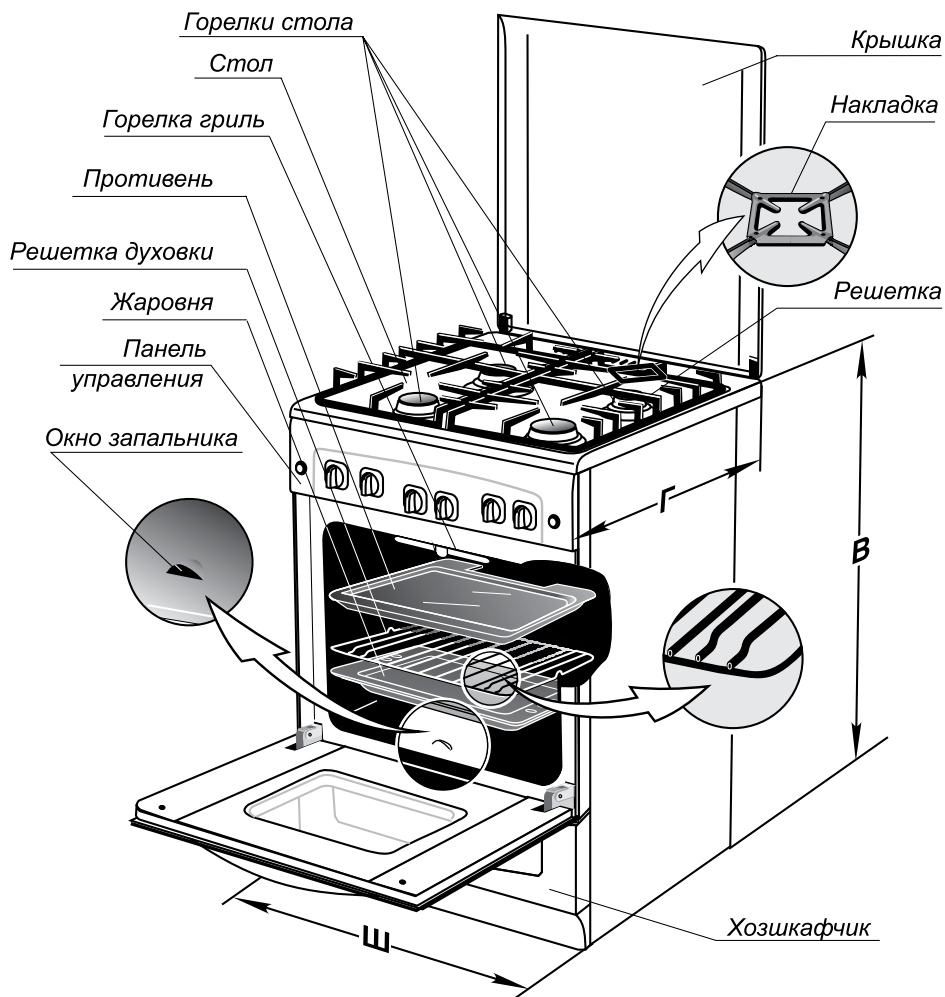

Рис.1
- Размеры плиты, ШхГхВ, мм для плит мод.5100, 5300, 5500 - 500х585х850 (см. рис. 1) для плит мод.6100, 6300, 6500, 6700(с ножками) - 600х600х850